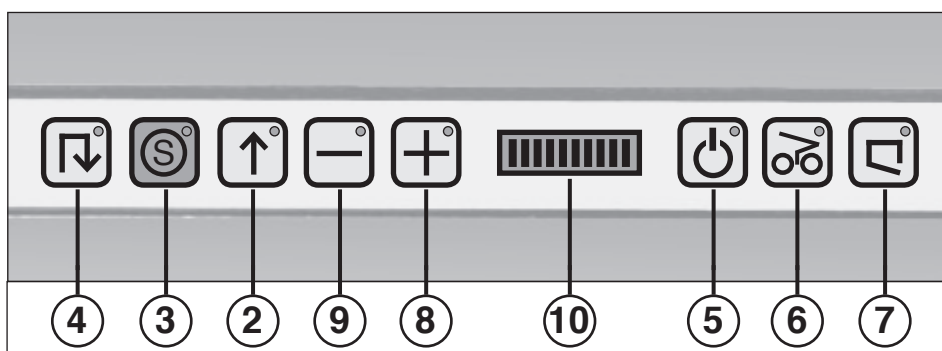

Fig. 2
- 2 = Tasto Funzionamento avanti (fig. 2)**
- 3 = Tasto Stop "S" (fig. 2)**
- 4 = Tasto Indietro (fig. 2)**
- 5 = Spia di controllo (fig. 2)**
- 6 = Spia di controllo "Inceppamento del materiale" (fig. 2)**
- 7 = Spia di controllo (fig. 2)**
- 8 = Tasto Più Vario-Speed (fig. 2)**
- 9 = Tasto Meno Vario-Speed (fig. 2)**
- 10 = Indicatore della velocità Vario-Speed (fig. 2)**
Inserire la macchina tramite l'interruttore principale (1) (fig. 2). Per indicare che la macchina è pronta a funzionare si accendono sia la lampadina della spia di controllo "Pronto a funzionare" (5), sia quella del tasto di stop rosso "S" (3) (Fig. 2).
- Azionare il tasto di funzionamento avanti (2) (fig. 2). La taglierina si avvia e inizia lo sminuzzamento della carta.
- Per disinserire la macchina premere il tasto di stop rosso (3) (fig. 2).
- La taglierina si blocca. La spia di controllo (6) (fig. 2) si accende.
- Per aumentare la velocità di lavoro della macchina premere il tasto Più Vario-Speed (8) (fig. 2).
- Per ridurre la velocità di lavoro della macchina a favore di una maggiore potenza di lavoro premere il tasto Meno Vario-Speed (9) (fig. 2).
Il livello attuale della velocità viene indicato tramite l'indicatore di velocità Vario-Speed (10) (fig. 2).
Se il contenitore di raccolta è colmo la macchina viene disinserita. La spia di controllo "Contenitore di raccolta colmo" (7) (fig. 2) si accende. Svuotare il contenitore di raccolta come segue: